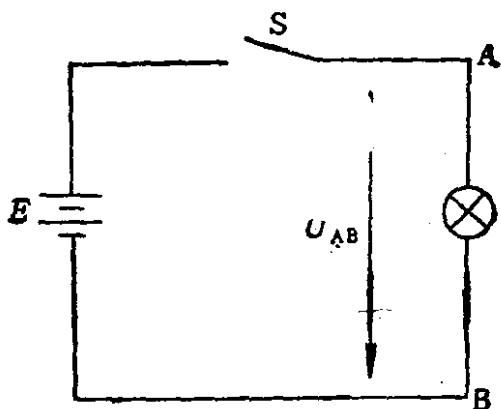

图1-3 电路中的电压
1. 电压 又叫电位差。它表示电场或电路中两点间的电位之差，其数值等于单位正电荷在电场力的作用下，从一点移动到另一点所做的功。为了便于理解，可把水路比作电路，水管好比导线，水流好比电流，水泵相当于电源。水在水管里能够连续不断地流动，就因为水泵把水升高到水塔里，产生水位差，水才能受重力作用，由水塔的高水位点经水管向下流动到低水位点。同样道理，电路中要有电流，必须先产生电位差，电流才能从电路的高电位点流向低电位点。电路中的电源就是用来升高电位的，或者说用来产生电位差的。电源的正极电位高，负极电位低。所以，电路接通后，电流从电源正极流出，经过用电器流到电源负极。在水路中，水位差又称水压，水压越大，水流越急。同理，在电路中，任意两点之间的电位差称为这两点的电压。当电阻一定时，电压越大，电流就越大。电压常用符号 U 来表示。在图1-3中，AB两点间的电压为：
电位有正有负, 这要根据在电路中选择零电位点来决定。如图1-3所示, 若假定B点的电位为零, A点的电位比B点高, 则A点的电位为正电位。如假定A点电位为零, B点电位比A点低, 则B点的电位为负电位。